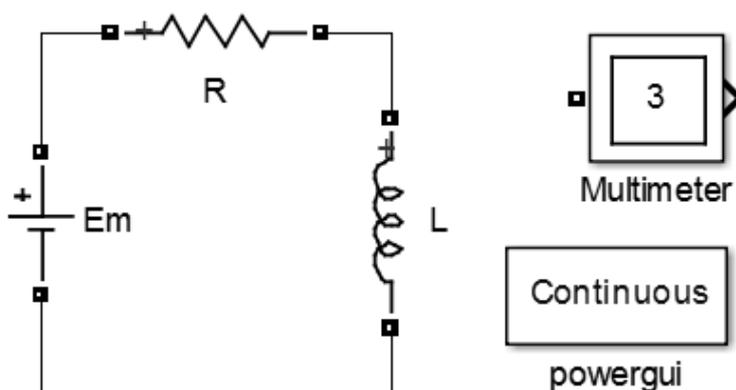

Рисунок 5
2.1 Добавить в окно модели (рисунок 5) необходимые блоки из библиотеки **SimPowerSystem**: блок **DC Voltage Source** (из раздела **Electrical Sources**), два блока **Series RLC Branch** (из раздела **Elements**), блок **Multimeter** (из раздела **Measurements**) и блок **Powergui** (из корневой раздела библиотеки **SimPowerSystem**).
2.2 Выполнить необходимые соединения блоков (см. рисунок 5) и задать названия блокам цепи в соответствии с вариантом задания.